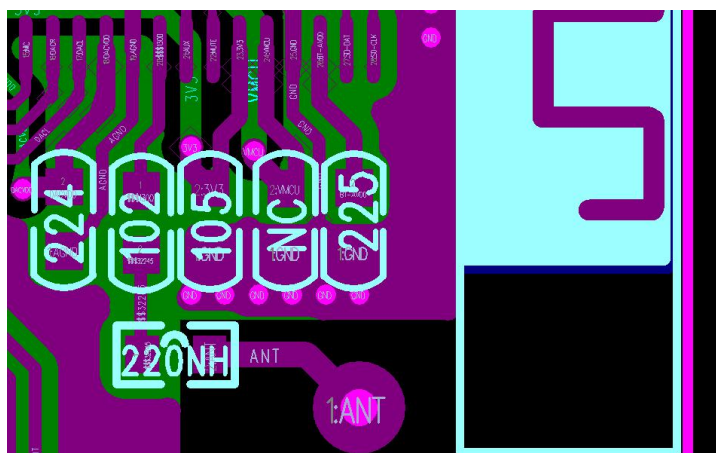

图 1-1
- a) 芯片 FM ANT 引脚在布局时尽量靠近板边，如图 1-1: